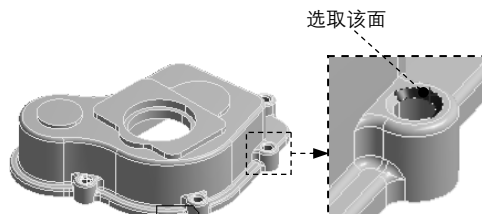

图 2.6.17 选取曲面 (三)
(1) 在图形区选中图 2.6.17 所示的曲面对象并右击，在弹出的快捷菜单中选择 **Create Named Selection** 命令，弹出“Selection Name”对话框。